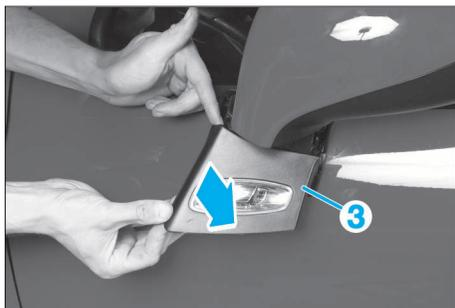

FIG. 81
- Déclipper le cache (3) situé sous le rétroviseur (Fig.81).